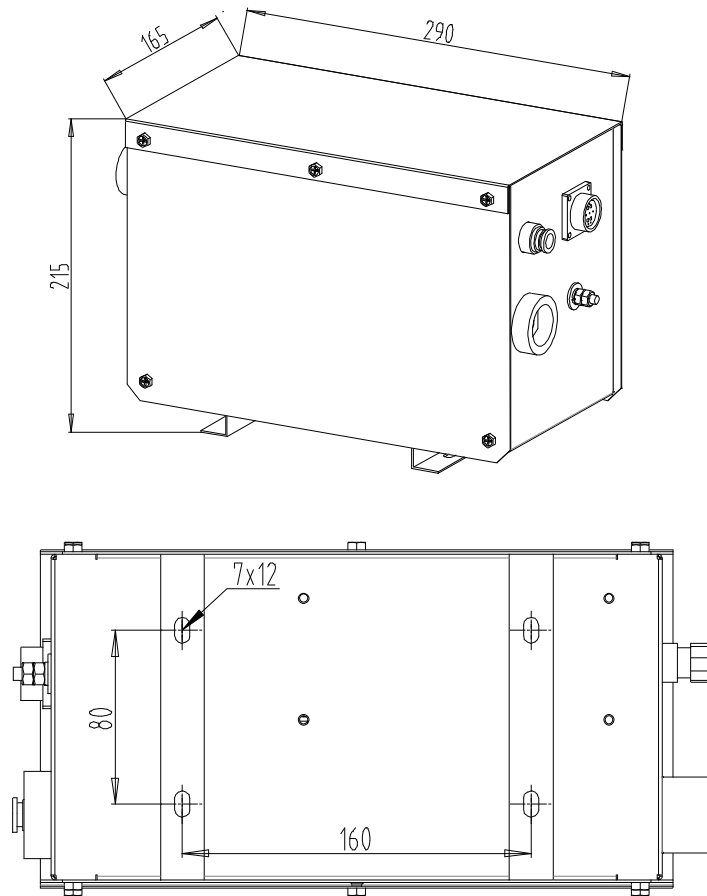

图 5 起弧控制器外形尺寸图
- 起弧控制器可以安装到数控机床的移动体上或者其它固定位置，控制器外形尺寸以及安装孔尺寸如图 5 所示，用户根据实际使用环境确定安装方式；